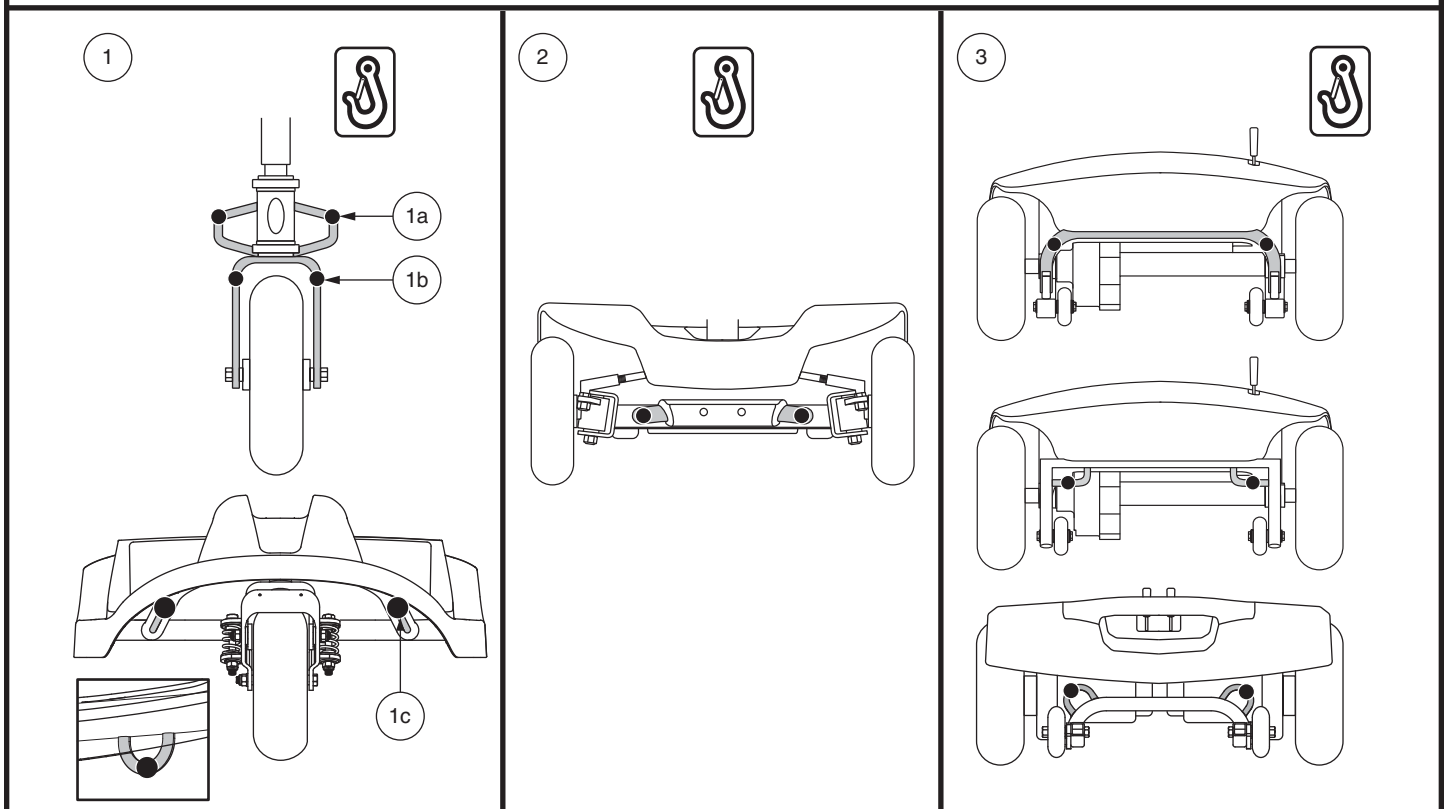

Figure 14. Points d'ancrage (Identifié avec des points noirs)
Le Travel Scooter doit toujours être ancrés face à l'avant du véhicule. Fixez les quatre (4) courroies aux points d'ancrage désignés sur le Travel Scooter. **Voir la figure 14.** Serrez bien les courroies pour retirer le jeu excessif. N'attachez jamais le Travel Scooter par ses composantes réglables ou mobiles tels que les accoudoirs, capots ou roues. Ces articles devraient être enlevés. Positionnez les points d'ancrage arrière des courroies directement derrière le Travel Scooter. Les points d'ancrage avant sont disposés plus loin de chaque côté du Travel Scooter afin d'augmenter la stabilité latérale.